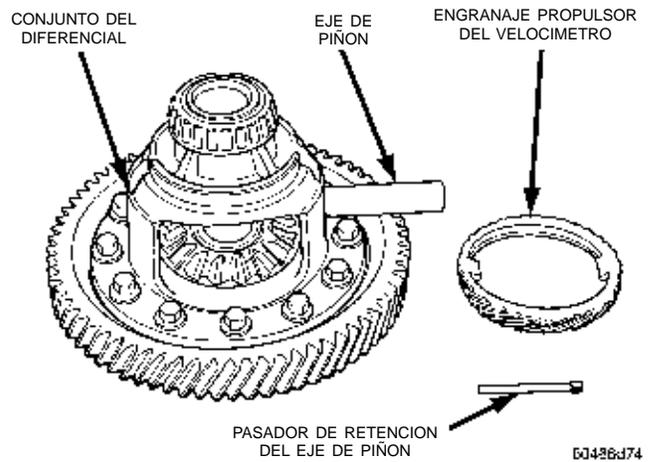

Fig. 110 Desmontaje del eje de piñón
- (2) Retire el eje de piñón (Fig. 110).